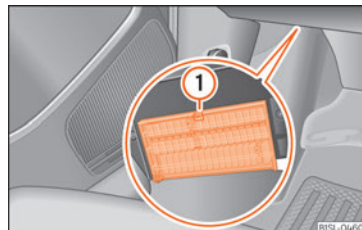

Fig. 45 Under instrumentpanelet i førersiden: afdækning på sikringsboks
- **Åbning:** Tryk på låsearmen »» **Fig. 45** ①, indtil afdækningen kan åbnes. Klap afdækningen nedad og op.
- **Lukning:** Klap afdækningen opad modsat pilens retning, indtil du kan høre, at den går i hak i låsearmen ①.